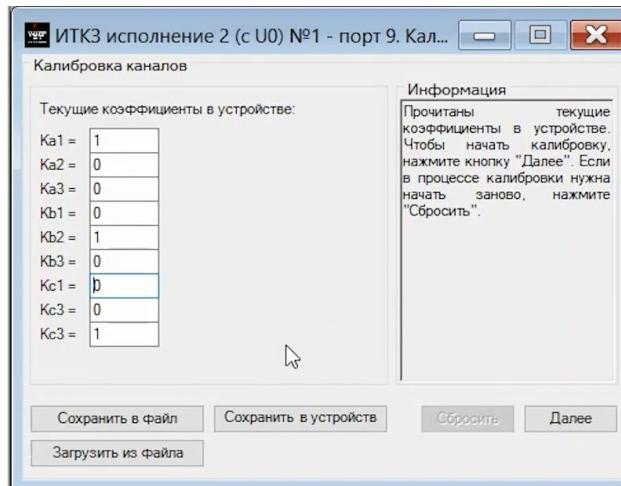

Рисунок 5.5 – Окно «Калибровка каналов» ИТКЗ-01 в «УниКоне»
1. Открыть меню «Калибровка» в «УниКоне» (рисунок 5.5). Если модуль скалиброван, то на экране появится предупреждающее окно, спрашивающее подтверждение о перекалибровки устройства (рисунок 5.6). Заводские значения коэффициентов: